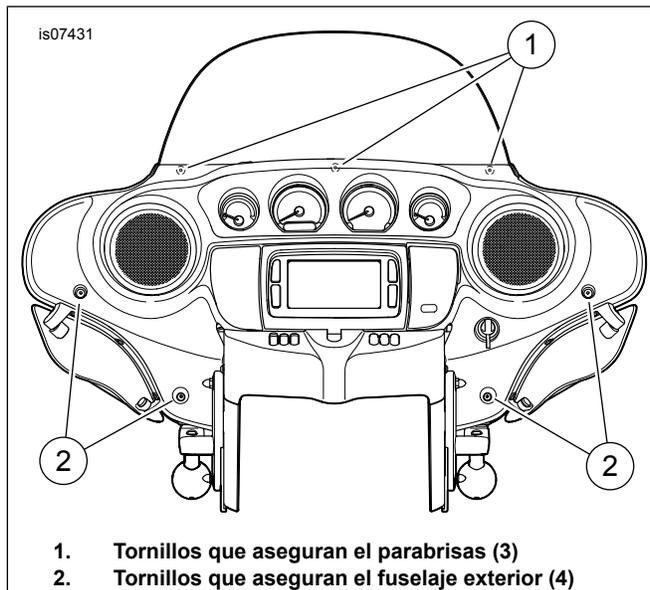

Figura 1. Tornillos del fuselaje/parabrisas
1. Vea Figura 1. Afloje, pero **no extraiga**, los tres tornillos (1) que aseguran el parabrisas en la parte superior del fuselaje exterior.
4. Obtenga los tres espaciadores (2) del kit.
- a. Vea Figura 1. Extraiga el tornillo del centro del fuselaje (1).
- f. Repita con los dos tornillos (1) y espaciadores restantes.
6. Apriete los cuatro tornillos del fuselaje (2) a 2,3–3,4 N·m (20–30 in-lbs).
7. Apriete los tres tornillos del parabrisas (1) a 2,8–3,4 N·m (25–30 in-lbs).